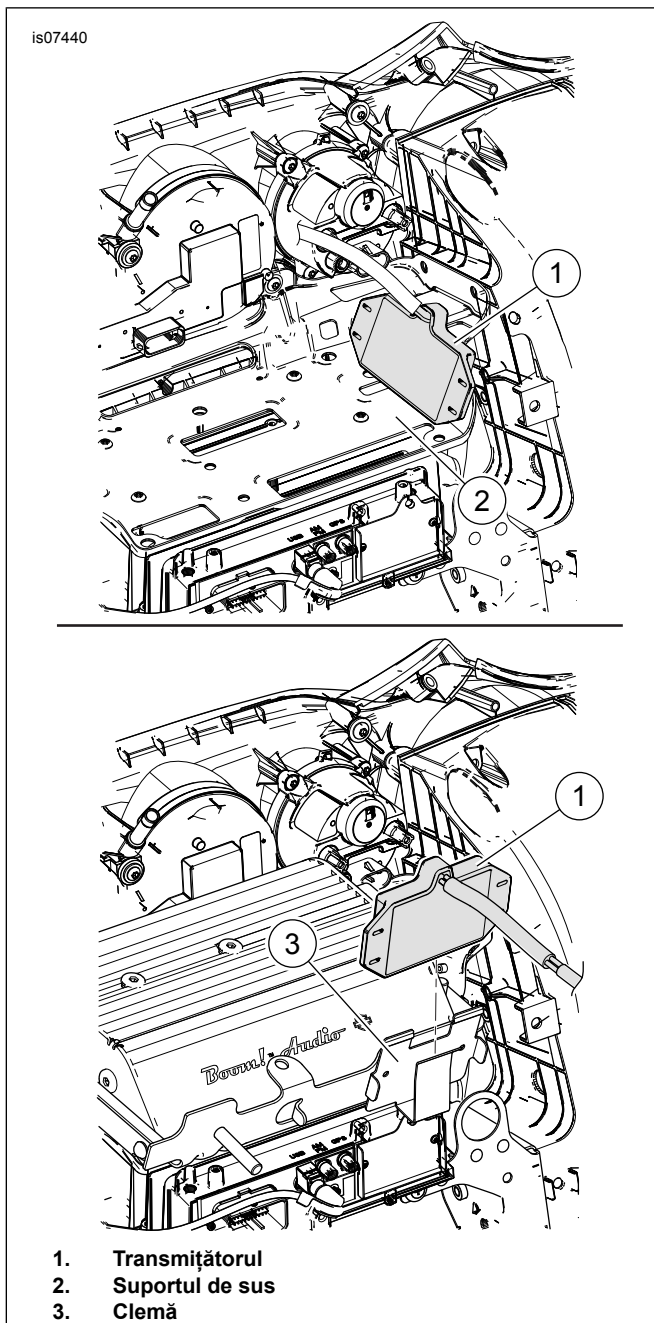

Figura 13. Montare transmițător (Modelele 2014-2016 FLHT și FLHX Touring sau Trike)
2. Consultați Figura 13. **Modele FĂRĂ amplificator montat pe carenaj:**
- b. Montați transmițătorul (1) în partea stângă a consolei de sprijin superioare.
- a. Introduceți transmițătorul (1) în clipsul (3) de pe partea din față a suportului de montare amplificator.